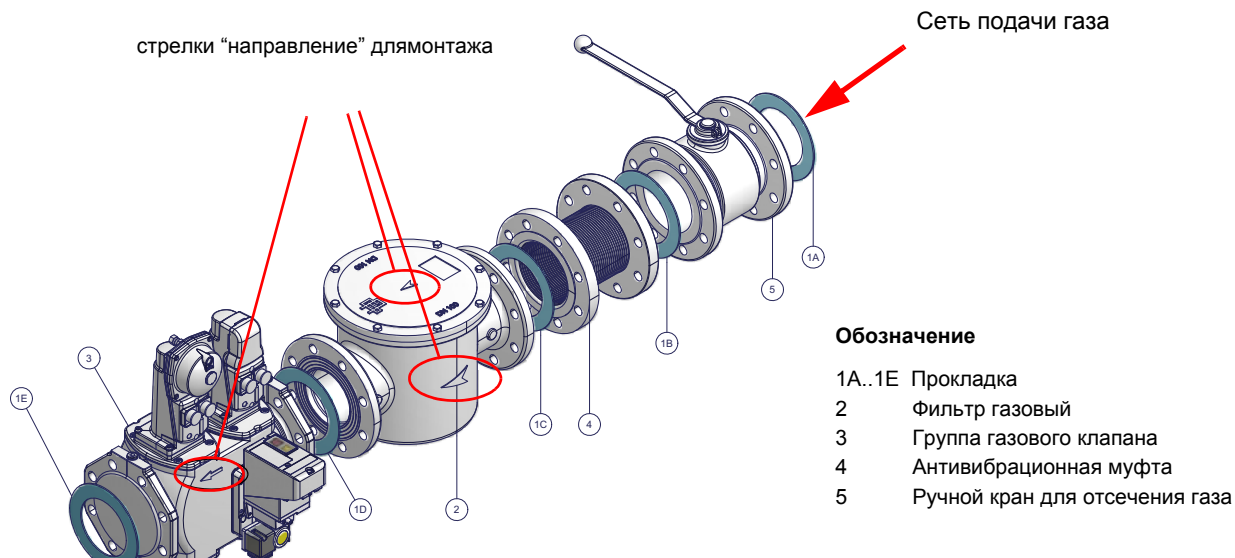

Рис. 2 - Пример газовой рампы
- 1-б) при фланцевых соединениях: между соседними компонентами устанавливать прокладку (1A..1E - Рис. 2), совместимую с используемым газом,